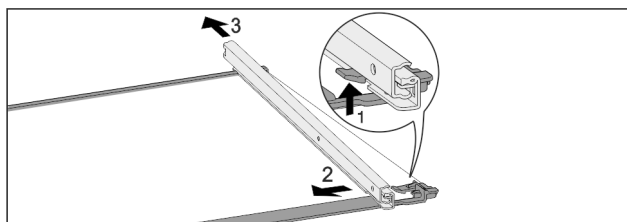

Fig. 186 Skleněná deska s kolejničkami
- ▶ Přední aretační háček zatačte nahoru. Fig. 186 (1)
- ▶ Výsuvnou kolejničku vysuňte stranou Fig. 186 (2) a dozadu Fig. 186 (3).